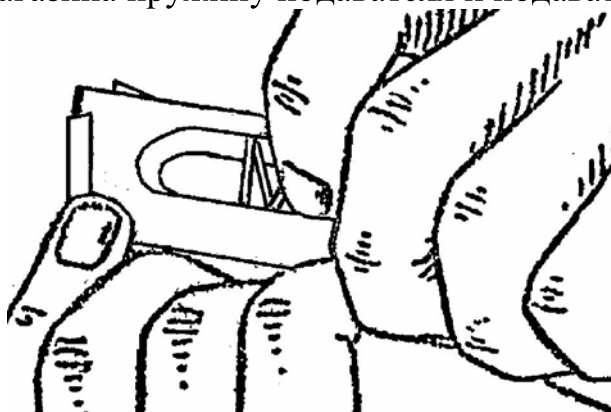

Рис. 14. Разборка магазина.
8. Разобрать магазин. Взяв магазин в левую руку, большим и указательными пальцами этой руки отжать пружину подавателя к подавателю, правой рукой снять крышку магазина за ее выступающую часть (рис. 14) и вынуть из корпуса магазина пружину подавателя и подаватель.